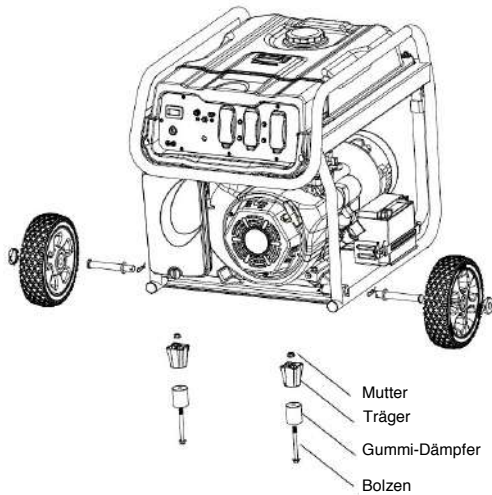

Abb. 8: Montage der Räder und Dämpfer
Schritt 2: Nabe, Rad und Distanzscheibe aufsetzen, den Sicherungssplint in die Bohrung der Achse einsetzen und die Enden des Splints nach außen umbiegen, um ihn zu fixieren (Abb. 8).
Schritt 3: Die Dämpfer montieren, wie in Abb. 8 gezeigt: M8-Bolzen durch die Gummi-Dämpfer, Träger und die Gehäusebohrung stecken und mit der Mutter am Gehäuse anschrauben.